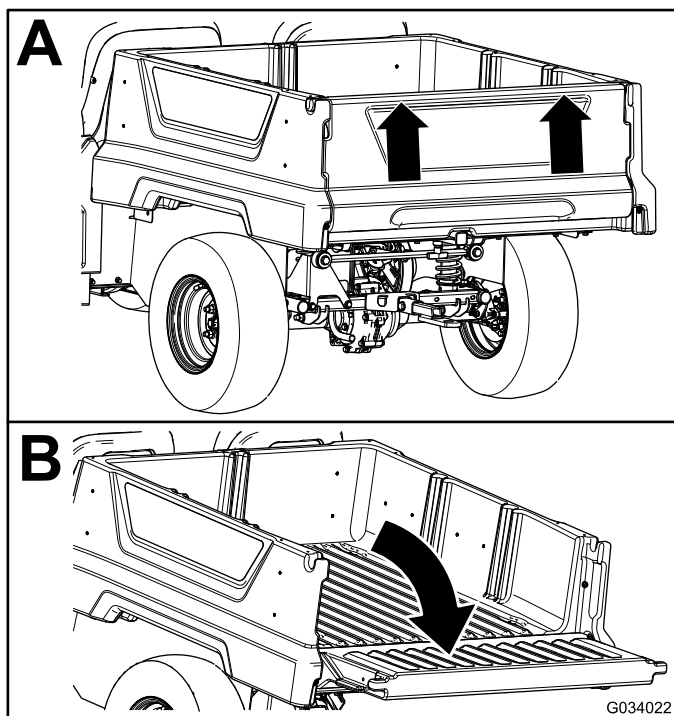

Figure 22
2. Soulevez le hayon des deux mains en le prenant par le bord supérieur (Figure 22).
3. Baissez le hayon jusqu'à ce qu'il soit au même niveau que le fond du plateau de chargement (Figure 22).